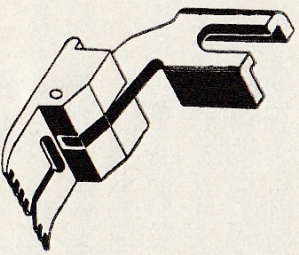

Fig. 25
- Gebruik het voetje voor smalle biezen (fig. 25) dat niet tot de normale toebehoorten van de machine behoort.